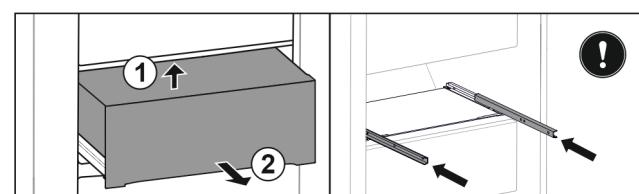

Fig. 133
- Nadvihnite zásuvku zospodu dozadu. Fig. 133 (1)
- Odoberte zásuvku dopredu. Fig. 133 (2)